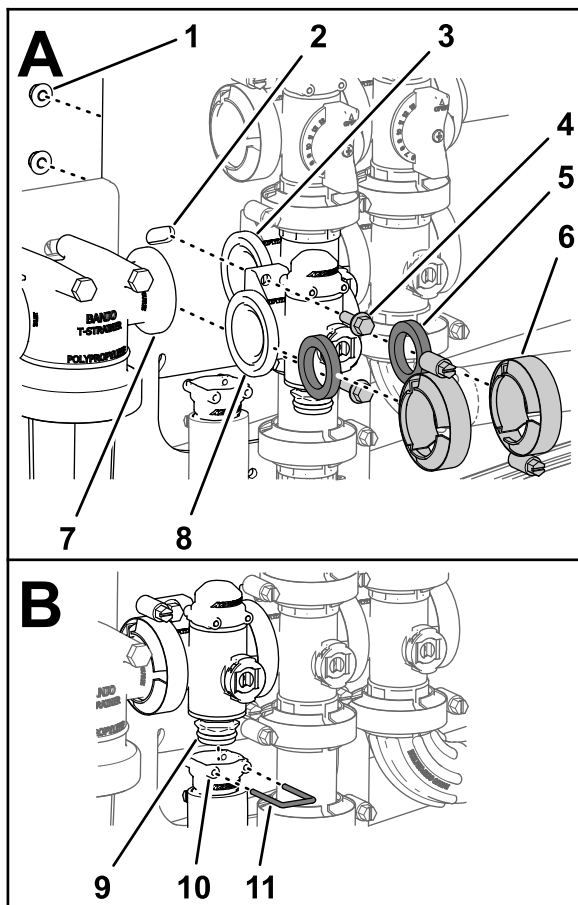

Figura 126
5. Monte a válvula de controlo de aplicação na montagem da válvula com dois parafusos de cabeça flangeada, e duas porcas flangeadas (A de Figura 126) que removeu no passo 3 de Remoção da válvula do coletor do controlo de aplicação \(página 81\) e aperte a porca e parafuso com 10 a 12 N·m.